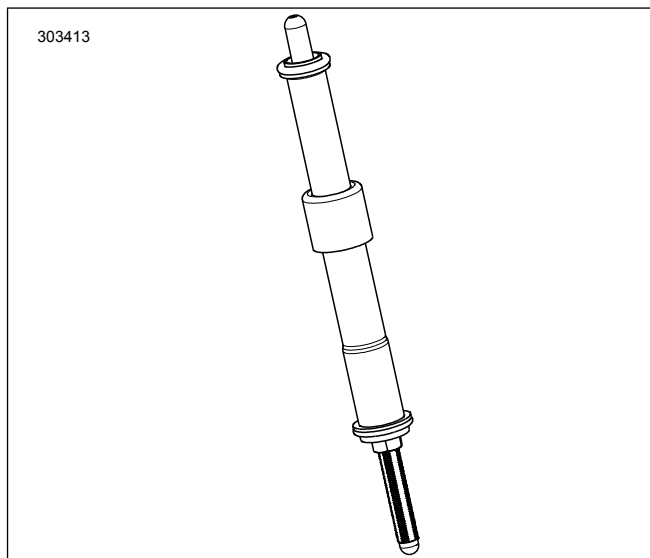

Figura 2. Tachet montat în capacul tachețului
7. Figura 2 Montați tacheții de admisie în capacele tacheților. Înlocuiți inelele de etanșare, capacele inferioare ale tacheților și dispozitivele de fixare a capacelor arcurilor cu noile componente furnizate în kit. Capetele reglabile ale tacheților trebuie să fie coborâte.